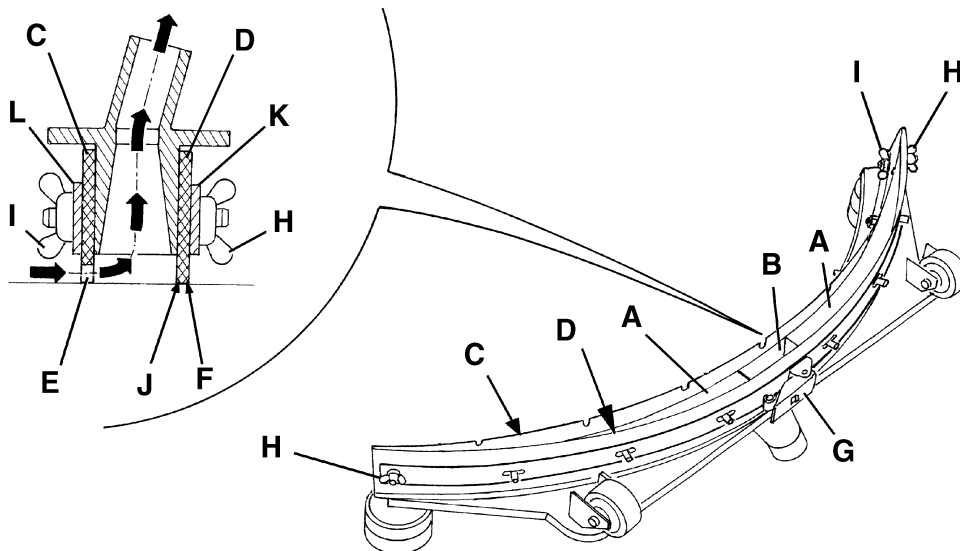
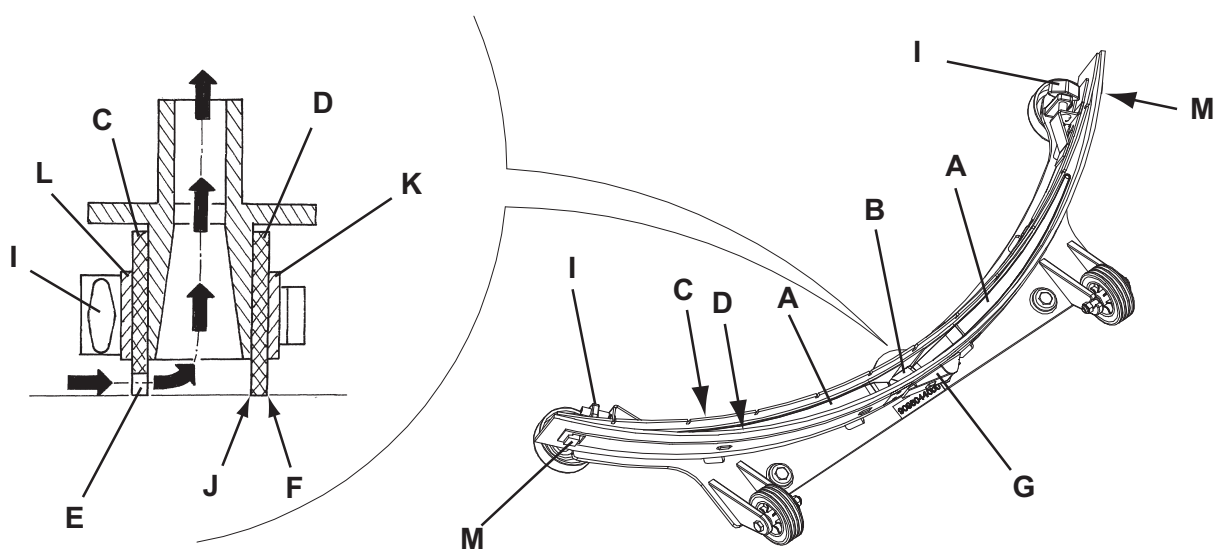

Abbildung 6
Abbildung 7
- Sauglippe (25) mit dem Hebel (10) absenken.
- Sterngriffe (26) lösen und Sauglippe (25) abnehmen.
- Ansaugrohr (15) von der Sauglippe abnehmen.
- Die Sauglippe aus Stahl (Abb. 6) oder aus Aluminium (Abb. 7) waschen und reinigen. Insbesondere die Räume (A, Abb. 6 oder 7) und das Loch (B) reinigen. Überprüfen, ob der vordere (C) und der hintere Gummi (D) unversehrt sind und keine Schnitte oder Risse aufweisen, gegebenenfalls austauschen (siehe nachstehender Absatz).
- Die Sauglippe aus Stahl (Abb. 6) oder aus Aluminium (Abb. 7) reinigen, und dabei wie angegeben im vorhergehenden Abschnitt vorgehen.
- Prüfen dass die Säume (E, Abb. 6 oder 7) des Vordergummi (C) und die Säume (F) des Hintergummi (D) gleichzeitig auf einer Richtplatte über ihre ganze Länge ruhen, ansonsten in der Höhe wie folgt beschrieben einstellen:
- Den Zugstab (G, Abb. 6 oder 7) und die Flügelmutter (H, Abb. 6) lockern bzw. die Sperren (M, Abb. 7) lockern; das Hintergummi (D, Abb. 6 oder 7) einstellen, die Flügelmutter anschrauben oder die Sperre ankuppeln, schließlich den Zugstab ankuppeln.
- Die Handräder (I) lockern und das Vordergummi (C, Abb. 6 oder 7) einstellen; schließlich die Handräder anschrauben.
- Prüfen dass das Vordergummi (C, Abb. 6 oder 7) und das Hintergummi (D) vollständig sind und keine Schnitte oder Risse aufweisen, ansonsten sie aus wie nachfolgend beschrieben wechseln. Überprüfen, ob die Vorderkante (J) des hinteren Gummi verschlissen ist. Gegebenenfalls Gummi umdrehen und eine der drei unversehrten Kanten als Vorderkante verwenden. Sind auch die anderen drei Kanten abgenutzt, Gummi wie folgt austauschen:
- Den Zugstab (G) lösen, die Flügelmutter (H) entfernen oder die Sperre (M) lockern, schließlich den Sperrstreifen (K) entfernen und das Hintergummi (D) auswechseln/umkehren.